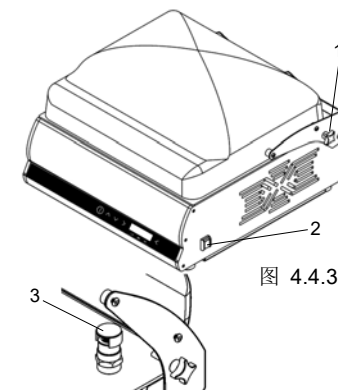

图 4.4.3
2. 旋开机器右侧的黑色旋钮（参考1，图4.4.3），从而释放罩子，开始工作。
3. 通过右侧的开关（参考2，图4.4.3）来开启机器。
2. 旋开机器右侧的黑色旋钮（参考1，图4.4.3），罩子，开始工作。
3. 通过右侧的开关（参考2，图4.4.3）来开启机器